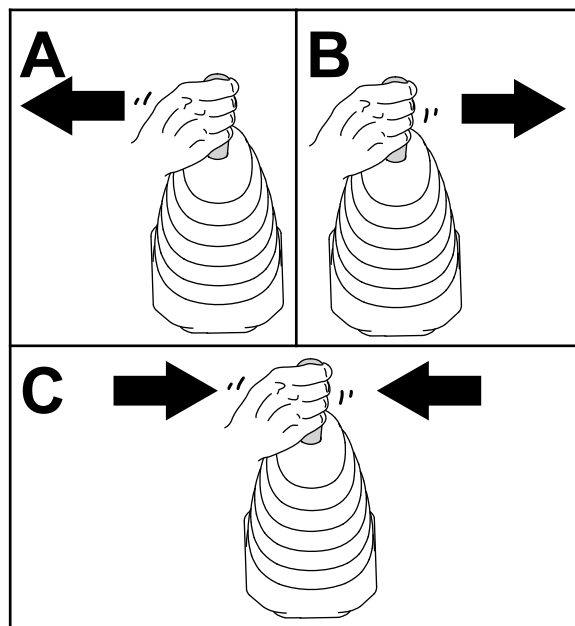

Figura 53
4. Mueva el joystick de la cargadora a la izquierda, luego a la derecha, y luego otra vez a la posición de PUNTO MUERTO para aliviar la presión en los acoplamientos hidráulicos (Figura 53).